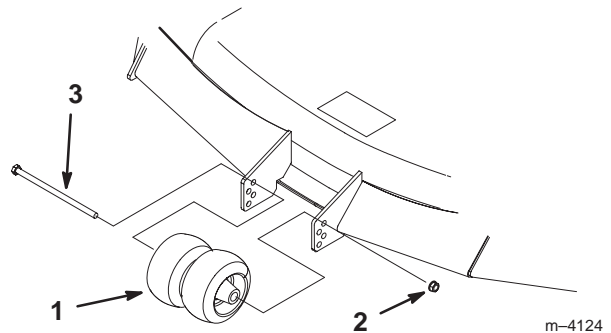

Figure 21
2. Lorsque la hauteur de coupe est réglée, enlevez le boulon et l'écrou (Fig. 21).
3. Choisissez le trou pour que la roue de jauge se trouve le plus près possible de la hauteur de coupe correspondante voulue (Fig. 21).
4. Remettez le boulon, les galets centraux et l'écrou (Fig. 21).